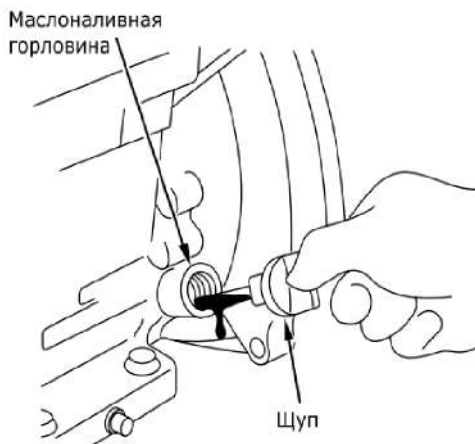

Рис.5
- Каждый раз перед запуском двигателя и через каждые пять часов работы проверяйте уровень масла в картере. Поддерживайте уровень масла между отметками Min и Max на масляном щупе или по краю маслоналивной горловины (рис. 5).